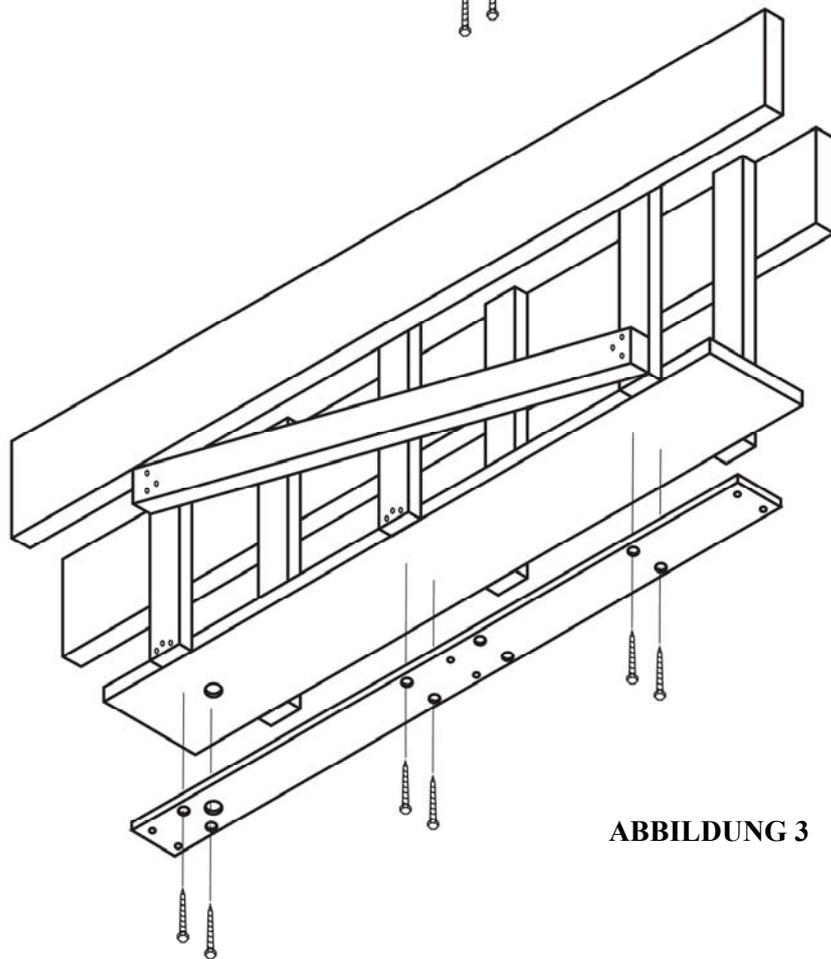

ABBILDUNG 3
C) Bei abgehängten Decken muss an den Deckenrahmen eine geeignete starre Struktur angebracht werden, um eine Tragfähigkeit von 90 kg zu gewährleisten. (SIEHE ABBILDUNG 3)